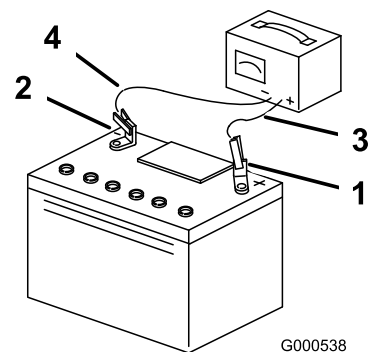

Figura 42
3. Cuando la batería esté completamente cargada, desconecte el cargador de la toma de electricidad y desconecte los cables del cargador de los bornes de la batería (Figura 42).